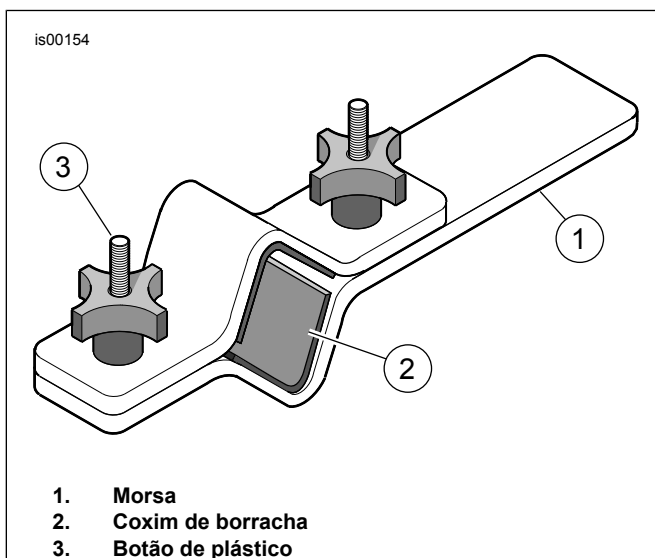
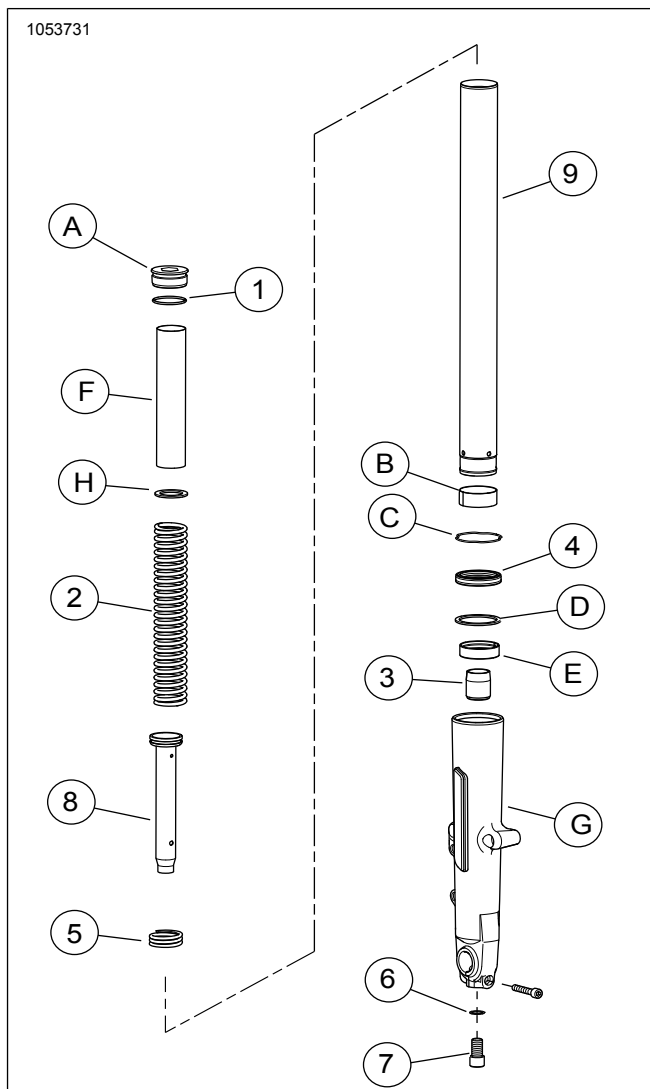

Figura 3. Suporte do tubo interno (HD-41177)
Figura 6. Peças de reposição: Garfo dianteiro de cartucho Touring
1. Veja Figura 3 . Instale o garfo no suporte do tubo interno do garfo (HD-41177) como segue:
- a. Prenda a extremidade da ferramenta (1) em uma morsa na posição horizontal.
- b. Veja Figura 6. Com o parafuso do garfo (A) para cima, prenda o tubo interno do garfo (9) entre os coxins de borracha no interior da ferramenta. Aperte os botões até o tubo interno ficar bem preso.
1. Veja Figura 6. Certifique-se de que o anel do pistão esteja instalado no tubo hidráulico com os entalhes para baixo. Coloque a **nova** mola de retorno (5) no **novo** tubo hidráulico do kit (8). Insira o tubo hidráulico no tubo interno **novo** (9).
2. Insira a **nova** mola (2) e o anel da mola (F) no tubo interno, com a seção densa das bobinas na direção do tubo hidráulico. Aperte o botão do tubo hidráulico através da abertura na extremidade inferior do tubo interno. Coloque o **novo** retentor de óleo (3) sobre a extremidade do tubo hidráulico.
3. Aplique o Loctite 565 Thread Sealant no **novoparafuso** (7). Posicione o tubo interno e o tubo hidráulico no tubo externo do garfo (G). Prenda o conjunto no lugar aplicando pressão na mola. Instale o parafuso (7) com a **nova** arruela de cobre (6) do kit.
- c. Veja Figura 6. Introduza a presilha de segurança (C) no tubo interno do garfo até ele encostar no retentor de óleo. Monte a presilha de segurança na ranhura do tubo externo do garfo. Não expanda nem estique a presilha de segurança para instalar no tubo interno do garfo, caso contrário ela poderá se danificar.
- d. Veja Figura 6. Introduza a vareta na extremidade superior do tubo interno do garfo, até o anel metálico encostar na boca do tubo interno.